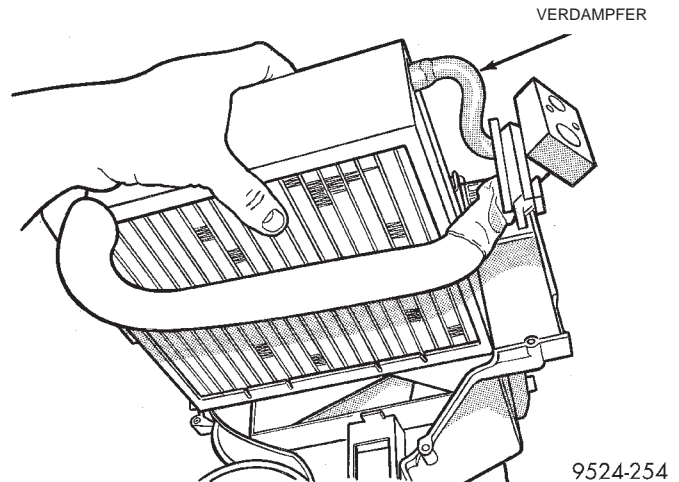

Abb. 91 Verdampfer vom Gehäuse abbauen
(21) Verdampfer aus dem unteren Gehäuseteil herausheben (Abb. 91).